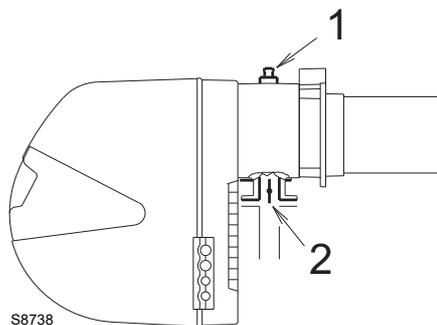

Fig. 27
Pressione del gas misurata alla presa 1)(Fig. 27), con:
Perdita di carico farfalla gas 2)(Fig. 27) con apertura massima: 90°.
- sottrarre dalla pressione del gas alla presa 1)(Fig. 27) la pressione in camera di combustione.
Per conoscere invece la pressione del gas necessaria alla presa 1)(Fig. 27), fissata la potenza massima di modulazione alla quale si desidera funzioni il bruciatore:
- Leggere sulla destra, colonna 1, la pressione alla presa 1)(Fig. 27).
pressione necessaria alla presa 1)(Fig. 27).